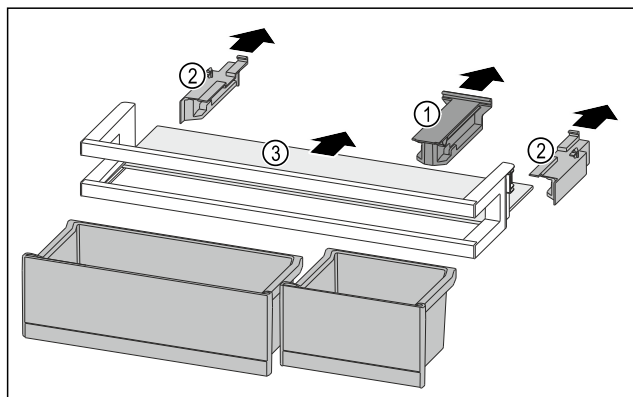

Fig. 222
- Снимите крепление Fig. 222 (1).
- Снимите боковые части Fig. 222 (2).
- Извлеките съемную полку Fig. 222 (3).